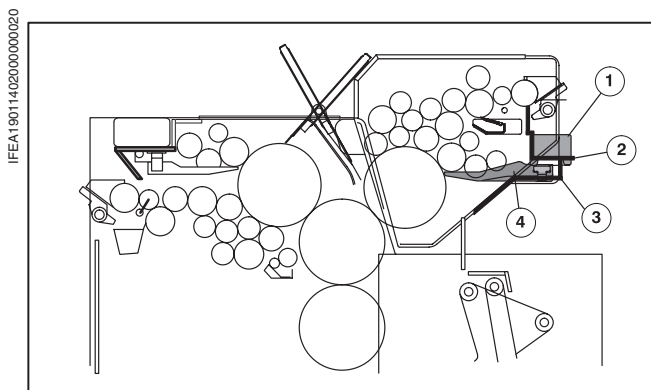
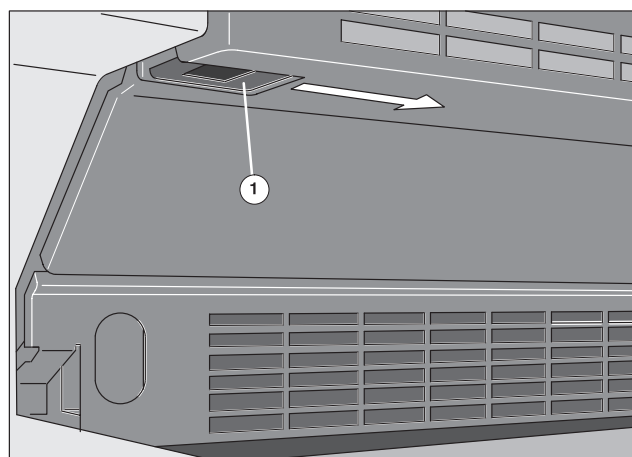

Рис. 4 Демонтаж ванны для увлажняющего средства
Рис. 5 Крепление защитного ограждения под аппаратом увлажнения
Демонтируйте ванну для увлажняющего средства (Рис. 4/❷) до установки аппарата увлажнения в **положение для смывки**.
- ❶ Выньте вверх емкость для увлажняющего средства (Рис. 4/❶).
- ❷ Откиньте вверх защитное ограждение над аппаратом увлажнения (Рис. 4/❷).
- ❸ Сдвиньте оба фиксатора на защитном ограждении под увлажняющим аппаратом (Рис. 4/❸) на стороне обслуживания (Рис. 5/❶) и на стороне привода к середине машины и откиньте защитное ограждение вниз.
- ❹ Снимите ванну для увлажняющего средства с боковой стенки и вытащите в **горизонтальном положении** из машины. При этом ванна должна как можно дольше прилегать к несущей штанге, чтобы погружной валик не касался переднего края ванны.